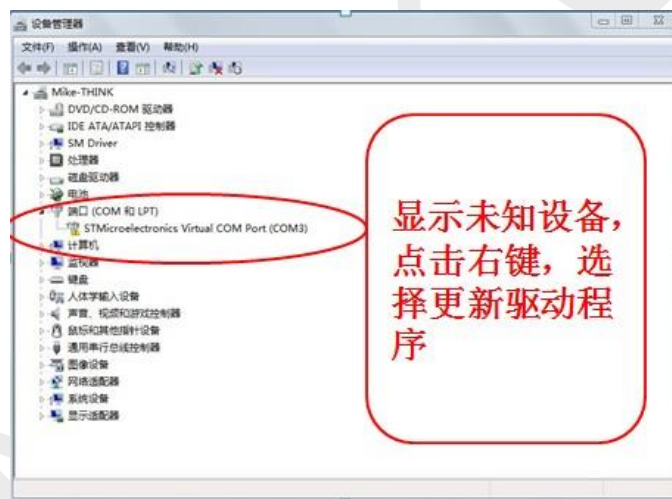

图 4
c.在设备资源管理器中, 找到 “端口 (COM 和 LPT)” (请使用 COM1~COM5) 如下所示图 4: